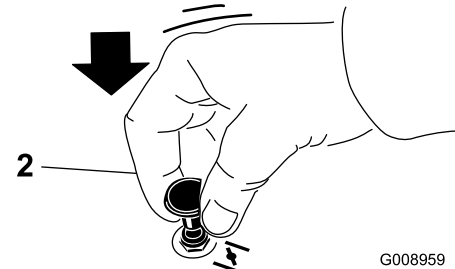

Bild 14
2. Ziehen Sie das Choke-Handrad heraus, um den Choke zu aktivieren, bevor Sie die Zündung einschalten (Bild 14).
3. Drücken Sie den Choke herein, um den Choke zu deaktivieren, wenn der Motor angesprungen ist (Bild 14).